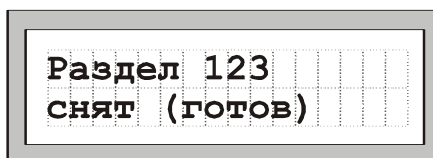

Рис. 14 Раздел снят с охраны
Введите номер раздела и нажмите «#». В случае успешной операции на дисплей будет выведено сообщение (Рис. 14).
- «**Раздел снят (готов)**» (Рис. 14) – раздел снят с охраны и готов для постановки на охрану;